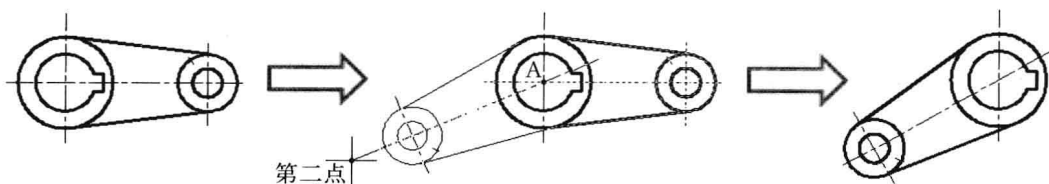

图 4-3-2
(1) 单击“常用”选项卡，在“修改”面板中单击“旋转”按钮，选择菜单命令“修改/旋转”。
(2) 启用旋转命令之后，命令行提示“UCS 当前的正角方向：ANGDIR=逆时针 ANGBASE=0，选择对象”，使用一种选择方法选择需要旋转的曲柄构件，并按 Enter 键。
- (3) 命令行提示“指定基点”，捕捉并单击曲柄左侧圆心作为旋转基点的位置。
- (4) 命令行提示“指定旋转角度，或[复制 (C) / 参照 (R)] <0>”，在视图中移动十字光标，拖动出一条线，选择的对象会绕指定基点旋转。
- (5) 单击第二个点，选择对象即可旋转，而且平行于基点与第二点的连线，如图4-3-2所示。